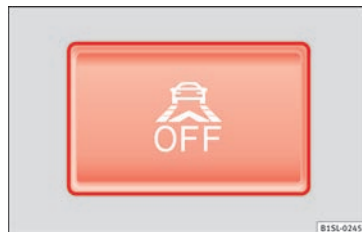

Fig. 155 Sur la partie inférieure de la console centrale : touche de la fonction d'assistance au freinage en ville.
» fig. 155.
- Appuyez sur la touche » fig. 155 de la console centrale.